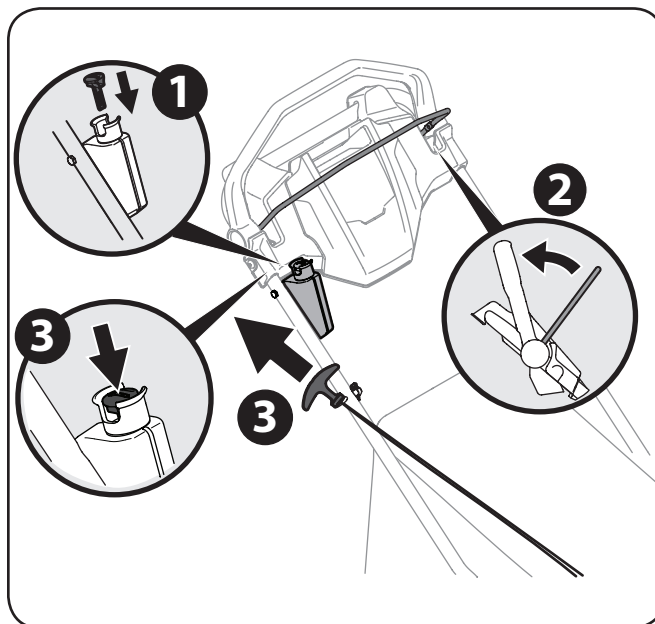

Figure 5-1
2. Placez-vous derrière l'appareil et serrez la commande de lame contre la commande d'entraînement. Voir Figure 5-1.
Démarrage électrique (si équipé) : Poussez le bouton-poussoir pour démarrer le moteur. Voir Figure 5-1.